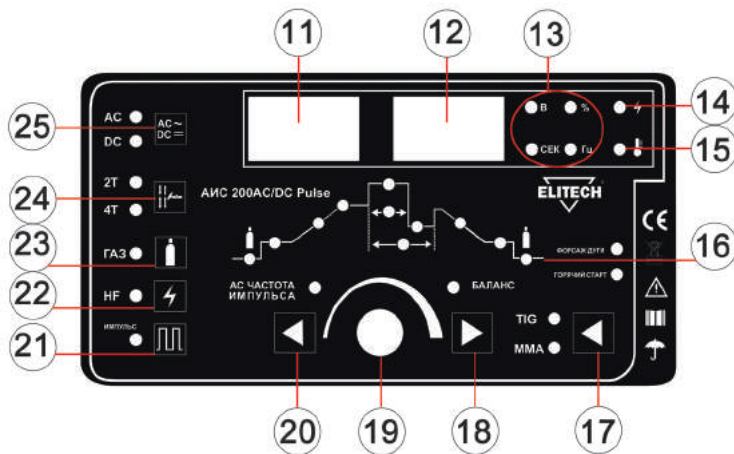
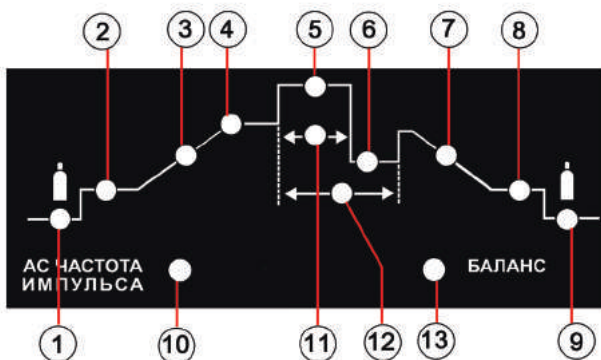

Рис. 1
Рис. 2
**Примечание!** Регулятор/переключатель 19 (Рис. 1) имеет два функционала. Поворот вправо/влево и нажатие.
Для выбора параметров диаграммы используйте кнопки 18 и 20 (Рис. 1). Регулятором 19 (Рис. 1) установите значение выбранного параметра. Значение выбранного параметра будет отображаться на цифровых табло 11 или 12 (Рис. 1).
### **Индикатор перегрева аппарата 15 (Рис. 1)**
### **Индикатор включения аппарата 14 (Рис. 1)**
Для выбора параметров сварки MMA установите переключатель 17 (Рис. 1) в положение MMA. Нажимая на кнопки 18 или 20 (Рис. 1), выберите нужный параметр (ток сварки, форсаж дуги или горячий старт). Регулятором 19 (Рис. 1) установите значение выбранного параметра. Значение сварочного тока будет отображаться на цифровом табло 11 (Рис. 1), другие параметры будут отображаться на цифровом табло 12 (Рис. 1).
**Горячий старт** - это автоматическое увеличение сварочного тока в момент касания электродом изделия, позволяющее на повышенном режиме прогреть металл, и обеспечивает легкое зажигание дуги. Регулятором 16 (Рис. 1) увеличивают или уменьшают силу тока горячего старта.
Аппарат имеет функцию памяти трех предустановленных режимов сварки. Переключения между режимами в памяти аппарата осуществляется кнопкой 19 (Рис. 1). При этом на сварочной диаграмме должен гореть параметр 4 – основной ток сварки MMA или 5 – основной ток сварки TIG (Рис. 2). Номер выбранного в памяти аппарата режима отображается на табло 12 (Рис. 1).
Для установки режима сварки в памяти аппарата кнопкой 17 (Рис. 1) выберите метод сварки (MMA или TIG). Кнопкой 19 (Рис. 1) выберите номер режима. Затем установите необходимые параметры выбранного режима на панели управления. После установки параметров сварки нажмите кнопку 19 (Рис. 1). Аппарат автоматически запомнит предустановленные параметры сварки под выбранным номером режима.